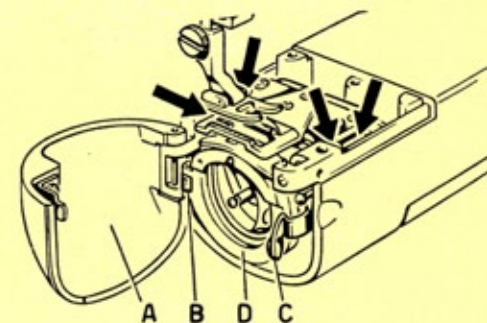

Fig. 31
- Bring needle to its highest point and open shutter « A » (Fig. 31);
- Open the shutter « A » (Fig. 31).